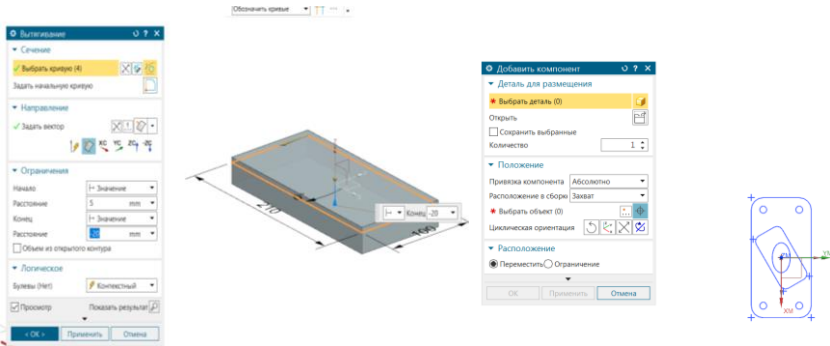

Рисунок 4.17 – Завдання блоку в якості заготовки
12. Перейдіть в модуль моделювання і створіть блок, який буде слугувати моделлю заготовки для вашої операції. Модель заготовки зберіть в окремому файлі. При малюванні контуру заготовки (прямокутника) задайте припуск по бічним сторонам 5 мм. При витягуванні контуру по вісі Z від нуля висота 5 мм, а глибина -20 мм. Поверніться в модуль обробки і задайте блок як заготовку (рис. 4.17). Для цього перейдіть во вкладку сборки – додавить компонент – открыть. Вкажіть збережений вами файл заготовки. Змініть відображення заготовки. Для цього в навигаторі сборки натисніть на модель заготовки правою